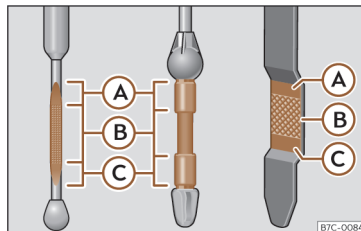

Fig. 220 Vareta de medição do nível de óleo.
- Em seguida, retire-a novamente e verifique o nível do óleo»» Fig. 220. Caso seja necessário, reponha óleo do motor.
- Quando o nível de óleo atingir pelo menos a zona»» Fig. 220 (B), enrosque a tampa do bocal de enchimento com cuidado »» ⓘ.
Se o nível do óleo se encontrar por cima da zona»» Fig. 220 (A), não ponha o motor em funcionamento. Pode causar danos no motor e no catalisador. Dirija-se a uma oficina especializada.
O nível do óleo não pode ultrapassar, em caso algum, a zona»» Fig. 220 (A). Caso contrário, poderia ser aspirado óleo pela ventilação do cárter da cambota e chegar à atmosfera através do sistema de escape.